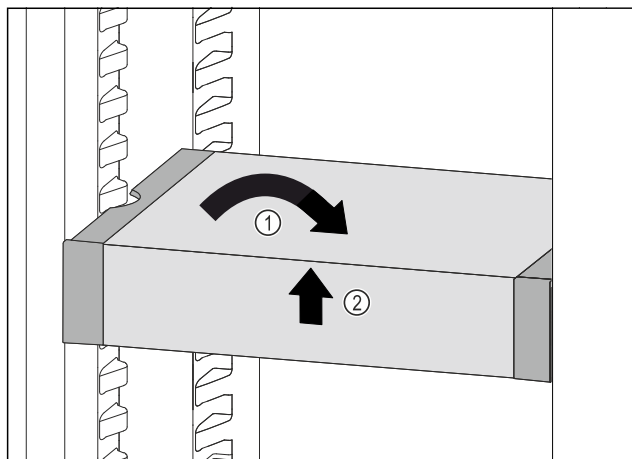

Fig. 79
- ▶ Remettre le VarioSafe droit. Fig. 79 (1)
- ▶ Soulever la partie avant du VarioSafe. Fig. 79 (2)